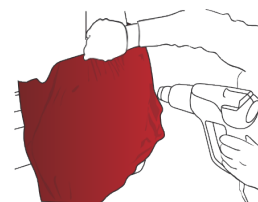

Figure 17
- › Après cette opération, chauffer entre 40 °C et 50 °C (FIG. 17) et tendre de façon à éliminer les plis et appliquer la raclette.